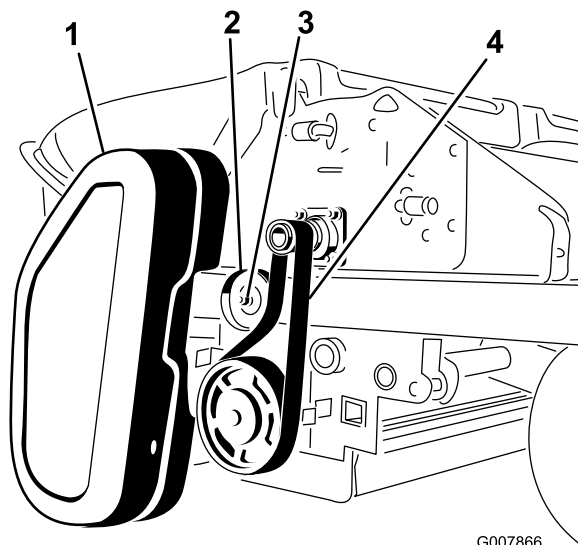

Figura 60
- Retire a cobertura da correia (Figura 60).
- Desaperte a porca na polia intermédia (Figura 60).
- Deslize a correia para fora do eixo do cortador e polia da escova (Figura 60).